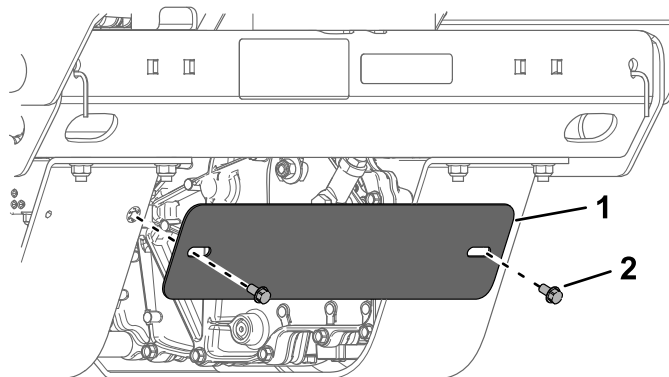

Рисунок 63
4. Отверните 2 болта и снимите защитную пластину (Рисунок 63).
- Установите защитную пластину (Рисунок 63).